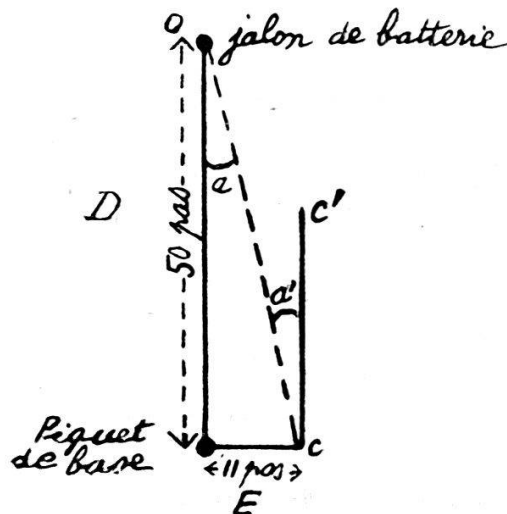

FIG. 1.
Le problème consiste à donner à toutes les pièces de la batterie une direction  $cc'$  (fig. 1) parallèle à la direction jalonnée.
*Premier procédé* : Supposons les distances  $E = 11$  pas,  $D = 50$  pas (fig. 1). Il faut calculer l'angle  $a'$ .